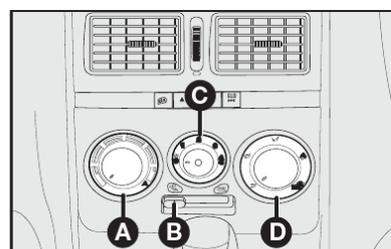

fig. 51
**1)** Seletor para a temperatura do ar **A-fig. 51** totalmente posicionado à esquerda.
**2)** Seletor do ventilador **C-fig. 51** posicionado na velocidade máxima.
**3)** Seletor de distribuição do ar **D-fig. 51** apontado para ☞; controlar para que todas as saídas de ar estejam totalmente abertas.
**4)** Ligar o ar-condicionado apertando o seletor **C-fig. 51**.
### COMANDOS - fig. 51
O ar-condicionado é muito útil para acelerar o desembaçamento, pois desumidifica o ar. É suficiente regular os comandos para a função de desembaçamento e ativar o condicionador, apertando o seletor **C-fig. 51**.
**1)** Condicionador de ar ligado: seletor **C-fig. 51**.